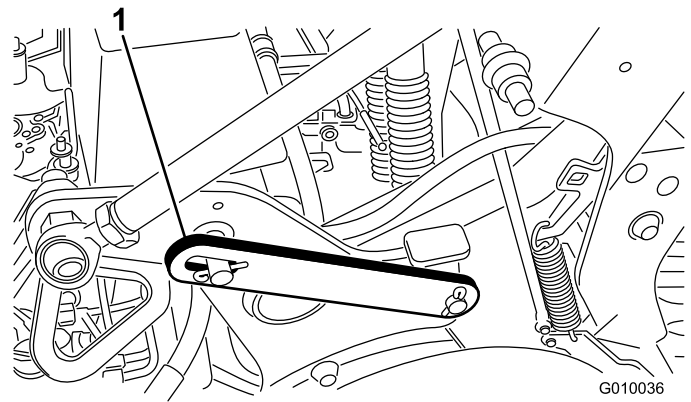

Figura 20
2. Retire o anel de bloqueio que fixa o trinco de segurança na posição de armazenamento (Figura 20).